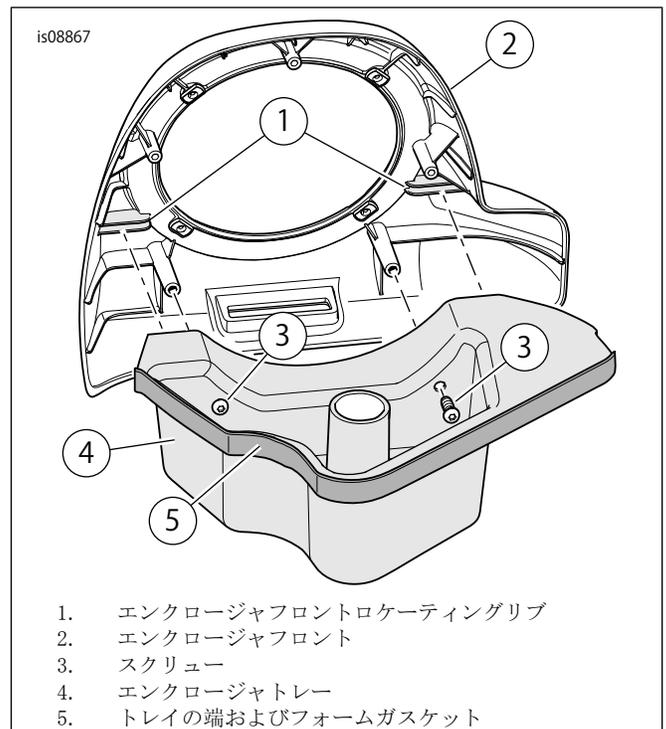

図6。エンクロージャアッセンブリー
6. 図6を参照してください。エンクロージャトレイ(4)をフロントエンクロージャ(2)に組み付けます。セルフタッピングスクリュー(3)2本を取り付けます。フォームガスケット(5)の両面粘着テープの一方の裏紙をはがします。図のようにシールを取り付けます。余分なフォームガスケットシールを切り取り、後で使用できるように保管します。